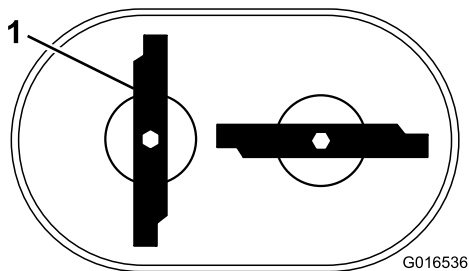

Figura 44
**Nota:** Le lame dovranno essere perpendicolari e formare una "T" rovesciata, come mostrato in Figura 44.